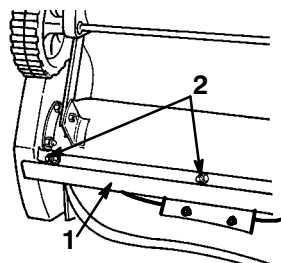

Bild 21
- Entfernen Sie die drei Schlossschrauben und Sicherungsmuttern, mit denen die Schürfleiste abgesichert wird (Bild 21).
3. Ziehen Sie den Zündkerzenstecker ab und entfernen die Zündkerze (Bild 21).
5. Ziehen Sie den Zündkerzenstecker ab (Bild 21).